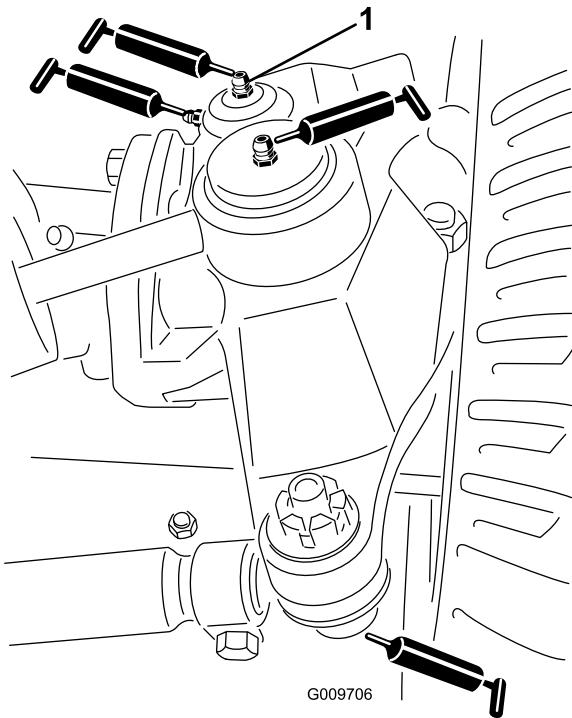

Figura 23
- Rótulas do cilindro de direção (2) (Figura 23)
- Rótulas esféricas da barra de ligação (2) (Figura 23)
- Buchas do pino principal (2) (Figura 23). **O bocal superior do pino principal apenas deverá ser lubrificado uma vez por ano (2 bombas).**